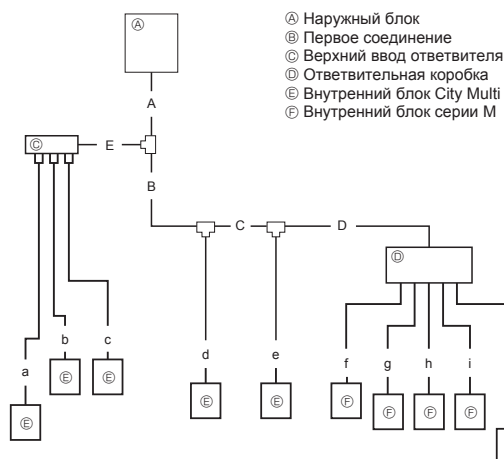

Fig. 4-7
4.1.3-4 Выбор размера трубы (Fig. 4-7)